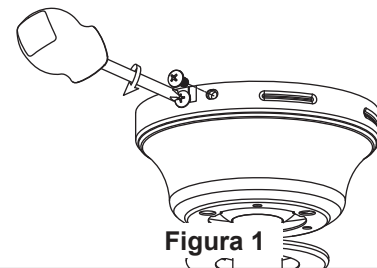

Figura 1
1. Levante el ventilador del enganche del soporte colgante e instale su ventilador deslizando la cubierta del techo con dos tornillos aflojados en las ranuras en forma de "L" de la cubierta. Asegúrese de que todo el cableado se introduce adecuadamente en la cubierta del techo y que no se presiona ningún cable. Una vez que la cubierta está colocada y alineada con el techo, gire en el sentido de las agujas del reloj para asentar los tornillos en la parte correcta de la ranura. A continuación fije adecuadamente los tornillos y instale los dos tornillos restantes extraídos en el paso 1 de la página 30 (**Cómo colgar el ventilador de techo**) para asegurar la cubierta del techo al soporte colgante del techo. (Figura 1)